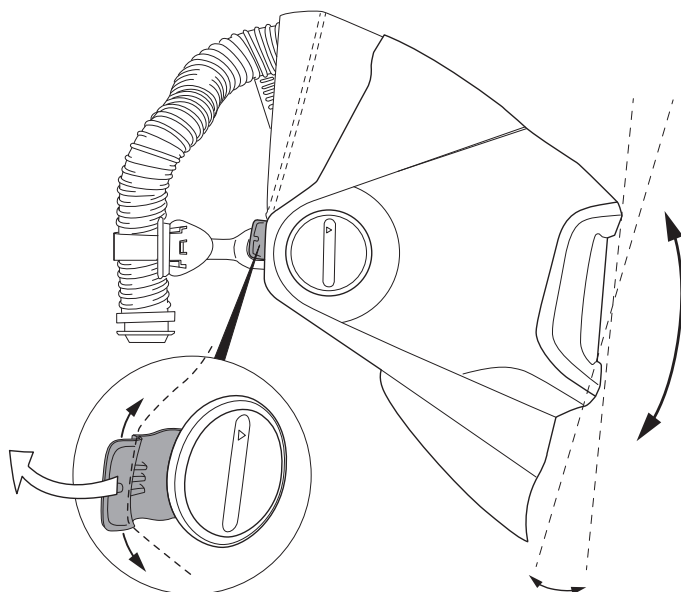

Fig. 5a
- Sur le côté droit du pivot, il y a un petit levier qui sert à arrêter la descente du masque de soudeur. En position haute, le masque de soudeur s'immobilisera pour que le travailleur puisse souder à une hauteur légèrement au-dessus des yeux. En position basse, le masque de soudeur sera légèrement orienté vers le bas (Fig. 5a). En laissant l'écran du masque utilisé pour le meulage positionné vers le haut, pousser le levier vers la tête et ajuster l'écran vers le haut ou le bas. Rabaisser l'écran jusqu'au point d'arrêt pour voir où il se situe.